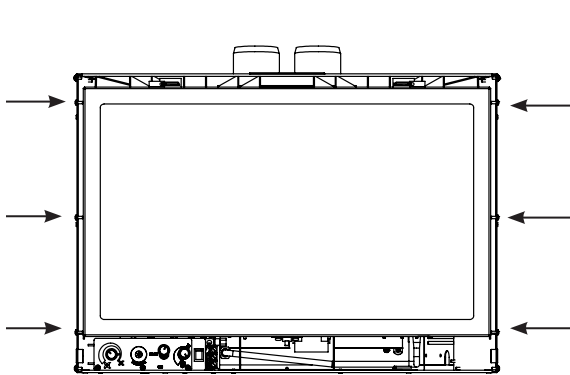

Figure 31: Emplacement des vis de montage.
1. Installez les deux supports du panneau ajustable sur l'unité E30 aide d'un tournevis Torx T-20. Voir les figures 31 et 32 pour les emplacements de montage à vis. Il existe trois séries de motifs de trous sur les supports en fonction du Panel Surround est en cours d'installation. Voir les figures 33-35.